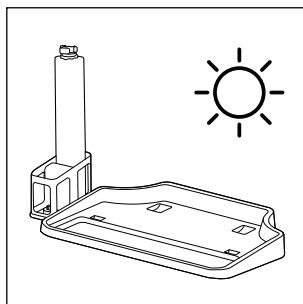

Abb. 38
- ♦ Sie können die Bürstenrolle **6** zum Trocknen auch aufrecht in den Bürstenhalter **5** an der Park- und Reinigungsstation stellen (siehe Abb. 38).